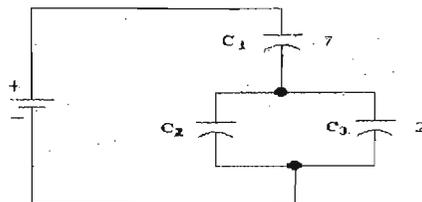

Figura 3.11
l) Arme el circuito de la figura 3.11
Para la figura 3.11